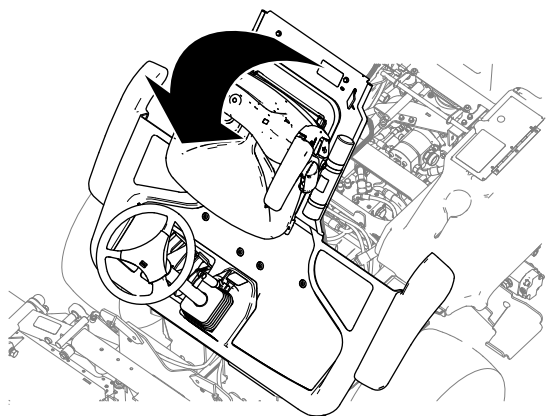

Bild 44
2. Klappen Sie die Plattform hoch (Bild 44).